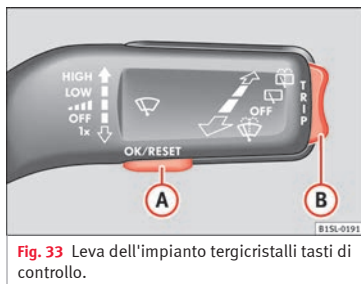

Fig. 33 Leva dell'impianto tergicristalli tasti di controllo.
- Se viene visualizzato un messaggio o il pit-togramma del veicolo, premere il tasto **OK/RESET** » fig. 33 **A**.
- Premere la parte superiore o inferiore del tasto doppio » fig. 33 **B** fino a quando non appare il punto dell'indicazione.